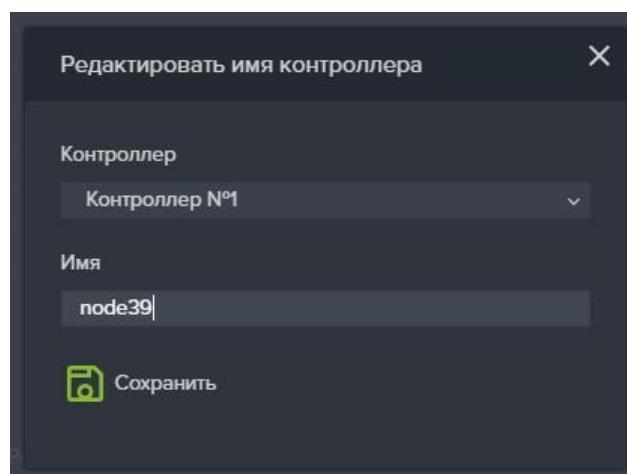

Рисунок 18 – Редактировать имя контроллера
2. Нажмите на кнопку «Редактировать имя контроллера». Откроется одноименное окно (см. Рисунок 18)